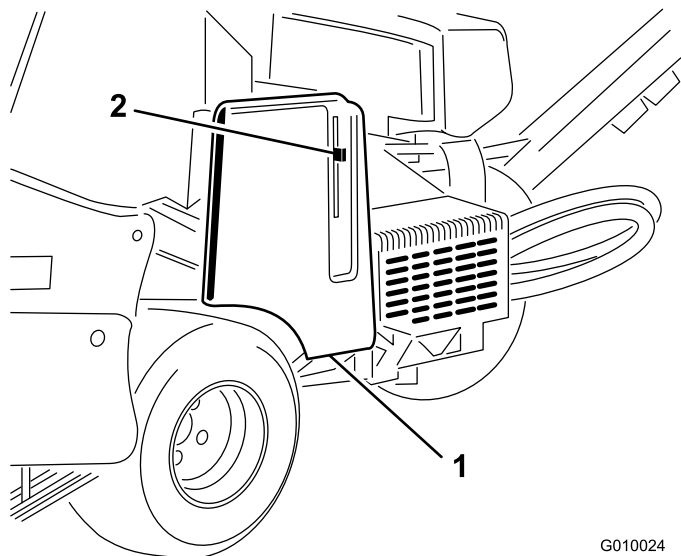
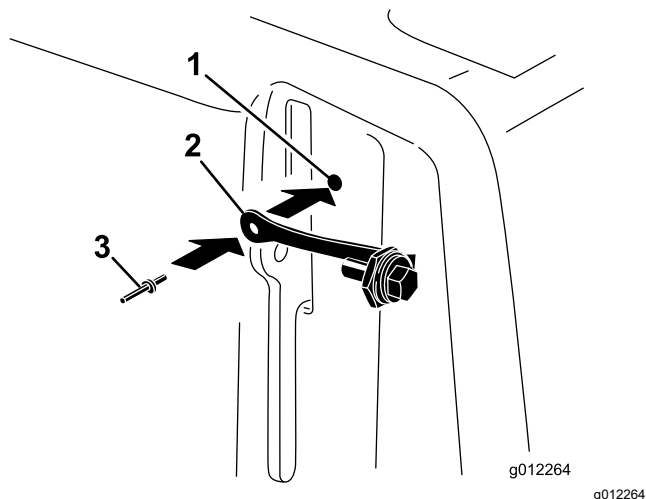

Figure 16
Figure 17
1. Localisez le trou dans le protège-courroies, à côté de la fente du levier de verrouillage (Figure 16 et Figure 17).
2. Fixez la sangle de sécurité dans le trou du protège-courroies au moyen d'un rivet aveugle (Figure 17).